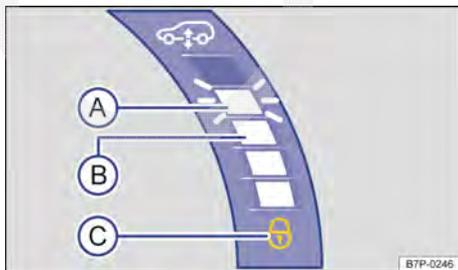
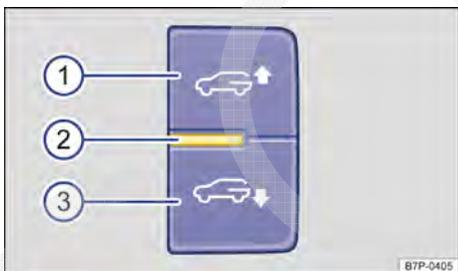

Fig. 143 Detalhe do display do instrumento combinado: exemplo de indicação de barras.
Fig. 146 No compartimento de bagagem à direita: botões de modos de carregamento.
Quanto maior a altura do veículo, mais barras se acendem no display do instrumento combinado → Fig. 143.
Se a ignição estiver ligada, embaixo do indicador de barras → Fig. 143 no display do instrumento combinado é exibida uma representação simbólica e um sinal sonoro é emitido. O indicador *pisca* enquanto o botão → Fig. 146 ① ou ③ for pressionado e a traseira do veículo for rebaixada ou elevada.
- Com a luz de controle → Fig. 146 ② apagada, o modo de carga não está ativado ou há uma falha no sistema.